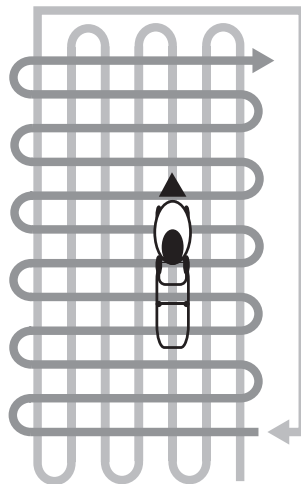

Рис. 15 Схема скашивания высокой и/или загущенной травы
5. При работе в тяжелых условиях (п. 3,4) рекомендуется проводить скашивание в несколько приёмов каждый раз уменьшая высоту скашивания. На Рис. 15 представлена схема движения газонокосилки при скашивании высокой и/или загущенной травы.